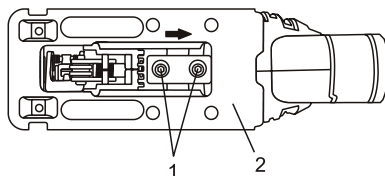

Fig. 3
1. Desserrez les deux vis d'articulation de la semelle (1) de façon à pouvoir faire pivoter la semelle (2) (Fig. 3).
L'angle de coupe en biseau peut être réglé entre 0 et 45°, à gauche ou à droite. Pour régler l'angle de coupe en biseau, reportez-vous aux figures 3, 4 et 5.